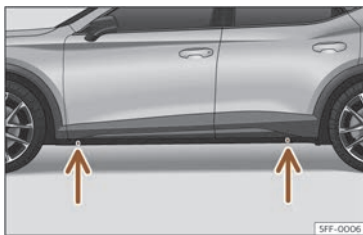

Fig. 227 Puntos de apoio do gato.
- Busque no traveseiro a marca do punto de apoio do gato (área afundida) máis próximo á roda que se vai cambiar >>> fig. 227.